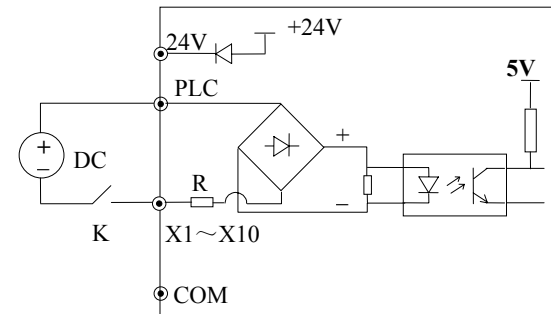

图 2-21 使用外部电源的连线方式（S2R4GB~3004GB仅有X1~X5）
2) 使用外部电源，接线方式如图2-21（注意：去除内部PLC与24V短接跳线JP1）。